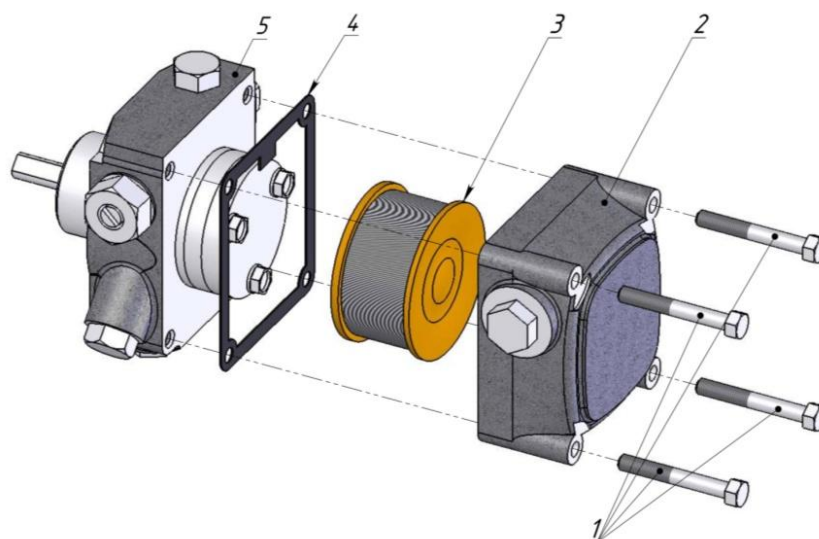
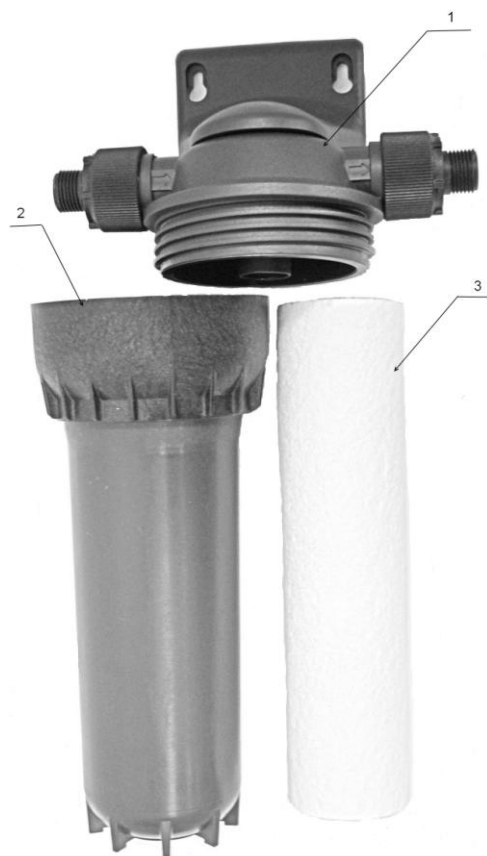

Рис. 20. Схема разборки насоса
Рис.21. Фильтр тонкой очистки топлива.
7. Проверка загрязнения фильтра топливного насоса (Рис.20) и фильтра тонкой очистки (Рис.21).
Для выполнения технического обслуживания топливного насоса (Рис. 20) необходимо открутить 4 болта 1, снять крышку насоса 2 и прокладку 4, провести ежемесячный регламент работ по очистке фильтра 3.
Для сборки насоса (Рис. 20) необходимо установить прокладку насоса 4 на нагнетательный узел 5, фильтр 3 установить в крышку 2, все смонтировать болтами 1 в соответствующие пазы корпуса насоса.
4.5.2 Обслуживание фильтра тонкой очистки заключается в замене фильтрующих вставок из полипропилена, размер 20", фильтрующая способность 20-25 мкм. Для замены отверните колбу фильтра (Рис.21 поз.2), от корпуса фильтра (Рис. 21 поз.1), замените фильтрующую вставку (Рис.21 поз.3), установите колбу на место. Замена вставок производится ежемесячно при сильной загрязненности масла еженедельно.
Корпус насоса проверяется на наличие механических повреждений, масляных подтеков со стороны прокладки 4, а также проверяется герметичность болтовых соединений 1 (Рис. 20).
Очистка топливного насоса проводится ежемесячно, при сильном загрязнении топлива – еженедельно в течение всего отопительного сезона, предварительно демонтировав его, согласно пункту 4.5.1 (Рис. 20), в виде продувки фильтра сжатым воздухом. После сбора насоса, согласно пункту указанному выше, необходимо промыть его дизельным топливом.